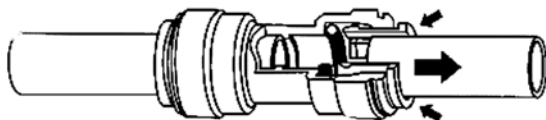

Рис. 5
4. Вытяните трубку, удерживая кольцо нажатым (рис. 5).